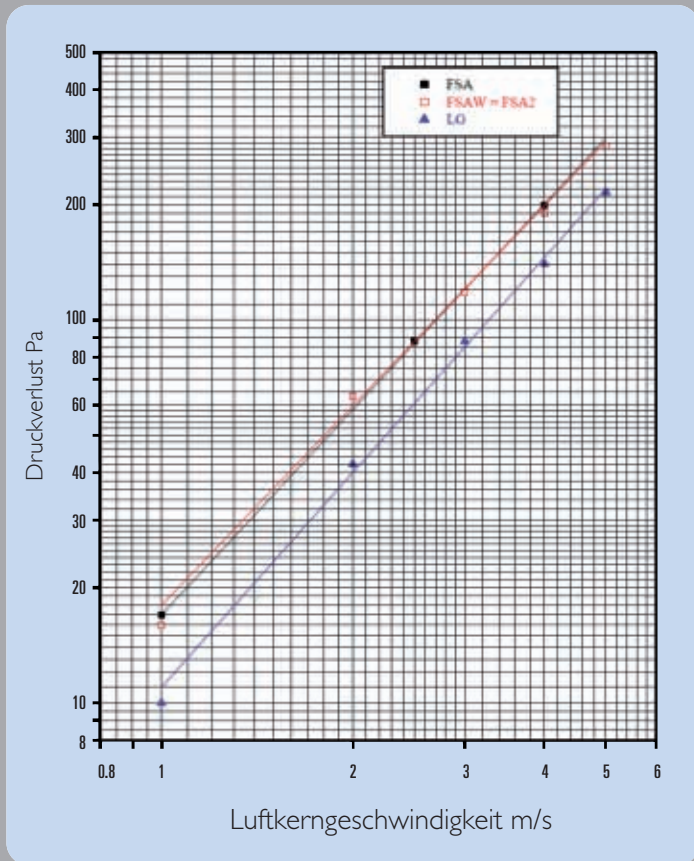

Bild 7
- Druckverlust nach Bild 7 ►  $\Delta P = 90 \text{ Pa}$